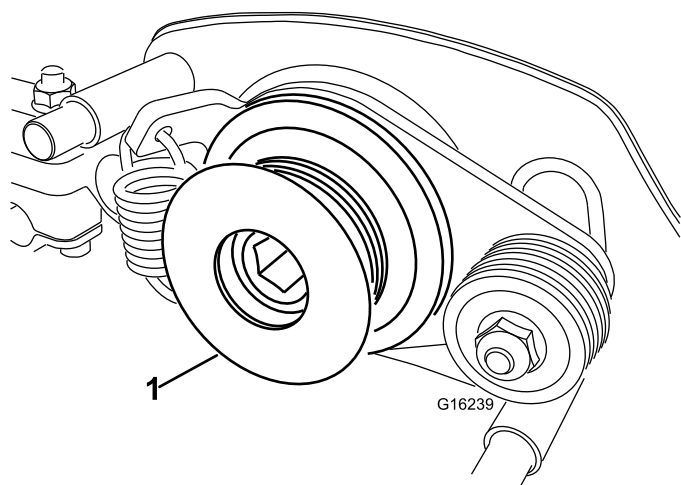

Рисунок 32
7. Снимите ведущий шкив механической щетки с вала барабана (Рисунок 32).